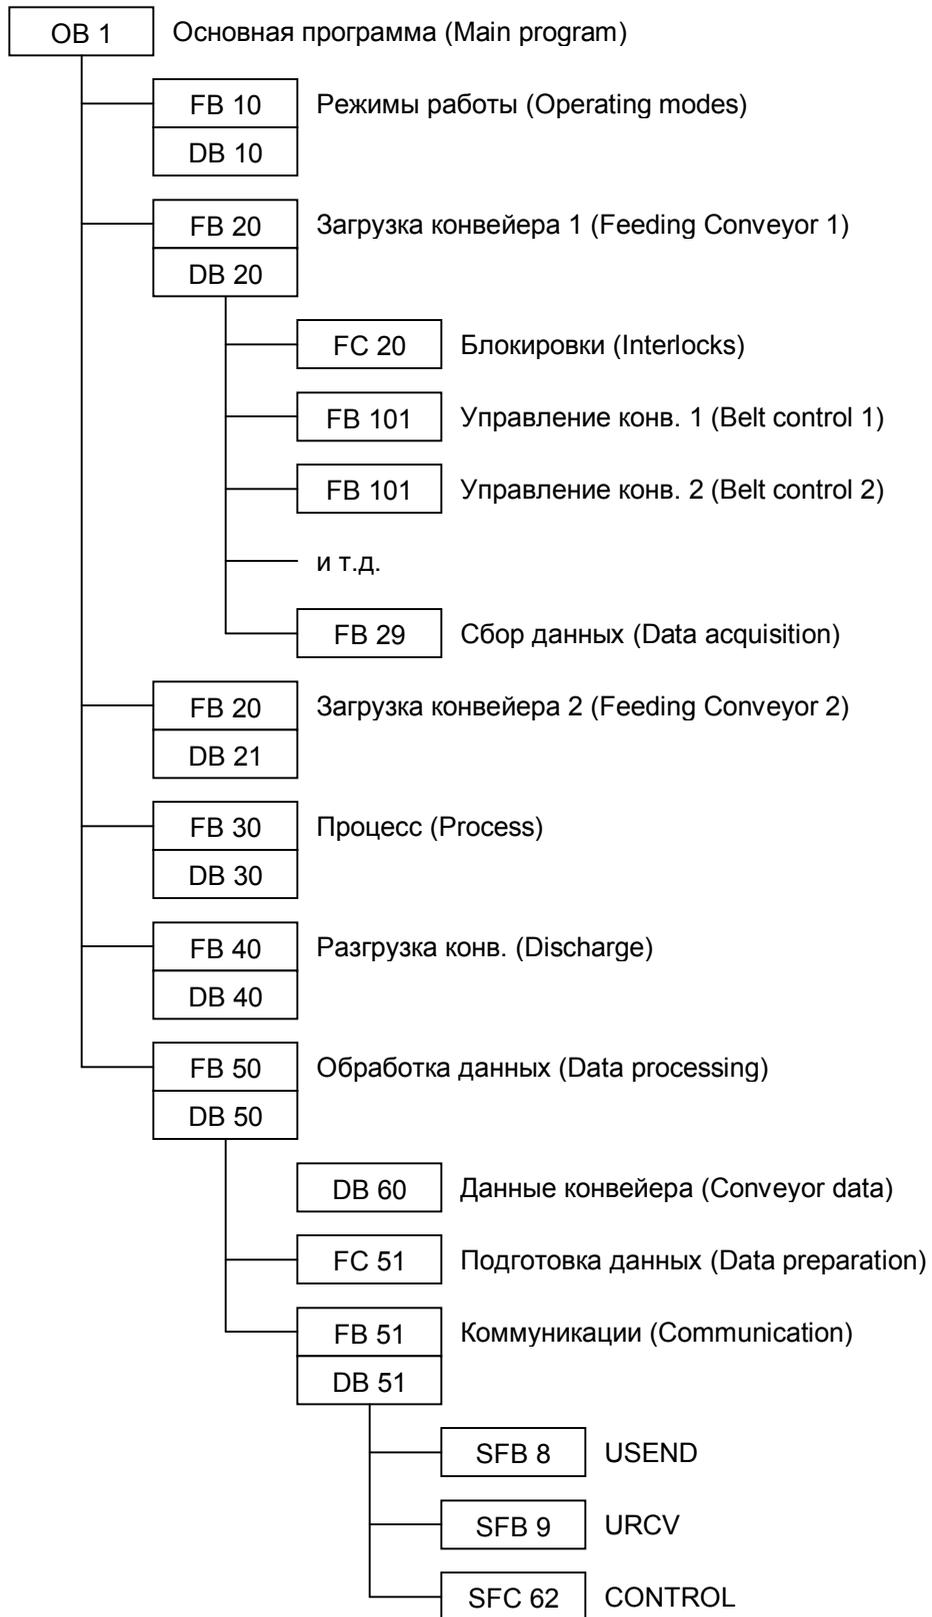

Рис. 20.1 Пример структуры программы
**На практике** обычно используется смешанный, гибридный подход, содержащий оба вышеуказанных метода построения логической схемы программы для системы управления. На рис. 20.1 представлен пример структуры программы. Функциональная структура отражается в программе режимов работы ("operating mode program") и в программе обработки данных ("data processing program"), которые "сверху" и "снизу" ограничивают блоки, относящиеся собственно к установке. Разделы программы Загрузка конвейера 1 (Feeding Conveyor 1), Загрузка конвейера 2 (Feeding Conveyor 2), Процесс (Process), Разгрузка конвейера (Discharge Conveyor) являются фрагментами программы с ориентацией на процесс ("process-related").
В примере на рис. 20.1 также показано использование различных типов блоков. Основная программа находится в организационном блоке OB 1. Именно в этой программе организованы вызовы блоков рабочих режимов, блоков обслуживания различных частей оборудования установки, блоков для обработки данных. Эти блоки являются функциональными блоками с экземплярными блоками для хранения данных. Разделы программы Загрузка конвейера 1 (Feeding Conveyor 1) и Загрузка конвейера 2 (Feeding Conveyor 2) имеют одинаковую структуру. Блок FB 20 с экземплярным блоком DB 20 для блока Загрузка конвейера 1 (Feeding Conveyor 1) и с экземплярным блоком DB 21 для блока Загрузка конвейера 2 (Feeding Conveyor 2) используется для управления конвейером.